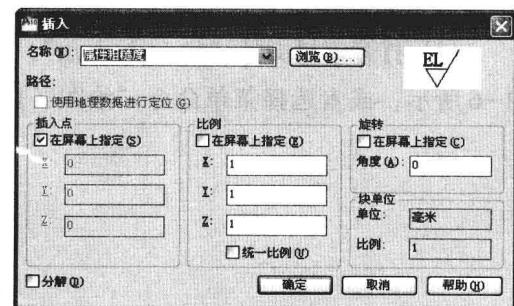

图 6-1-10
(6) 在“块”面板中单击“插入”按钮 ，打开“插入”对话框，在名称列表中选择块名称“属性粗糙度”，单击“确定”按钮，如图 6-1-10 所示。